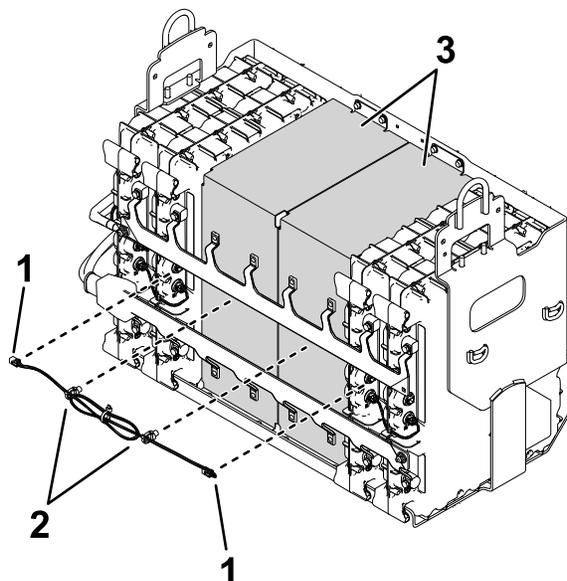

Figura 2
2. Rimuovete il cablaggio preassemblato dai distanziali delle batterie e dalle batterie (Figura 2).
3. Rimuovete i distanziali delle batterie (Figura 2) dal vano batteria.
- B. Montate il cablaggio preassemblato (mostrato nella Figura 2) rimosso nella